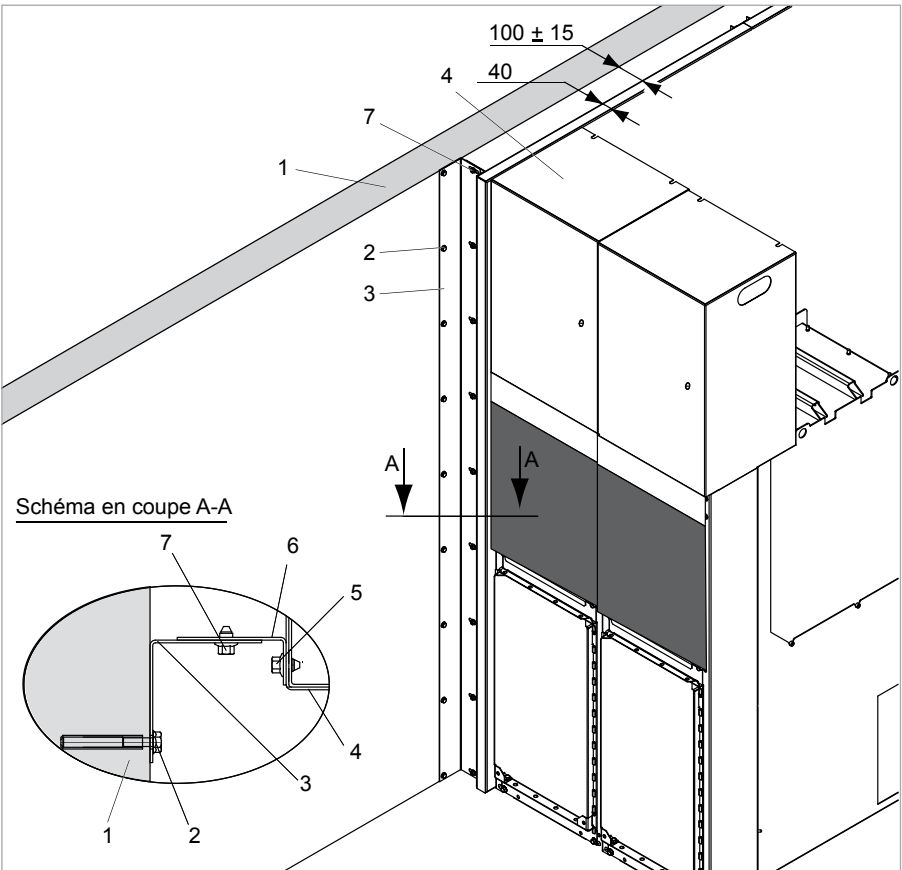

Fig. 49
Le recouvrement d'interstice avant est placé entre la cellule terminale et le mur latéral du bâtiment (Fig. 49).
2. Poser le recouvrement d'interstice (conformément à la Fig. 49, pos. 3) et marquer les perçages de fixation sur le mur du bâtiment.
4. Monter le recouvrement d'interstice avec cheville et vis de fixation sur le mur du bâtiment (pos. 2).
5. Visser le recouvrement d'interstice et l'équerre de fixation l'un avec l'autre (pos. 7).